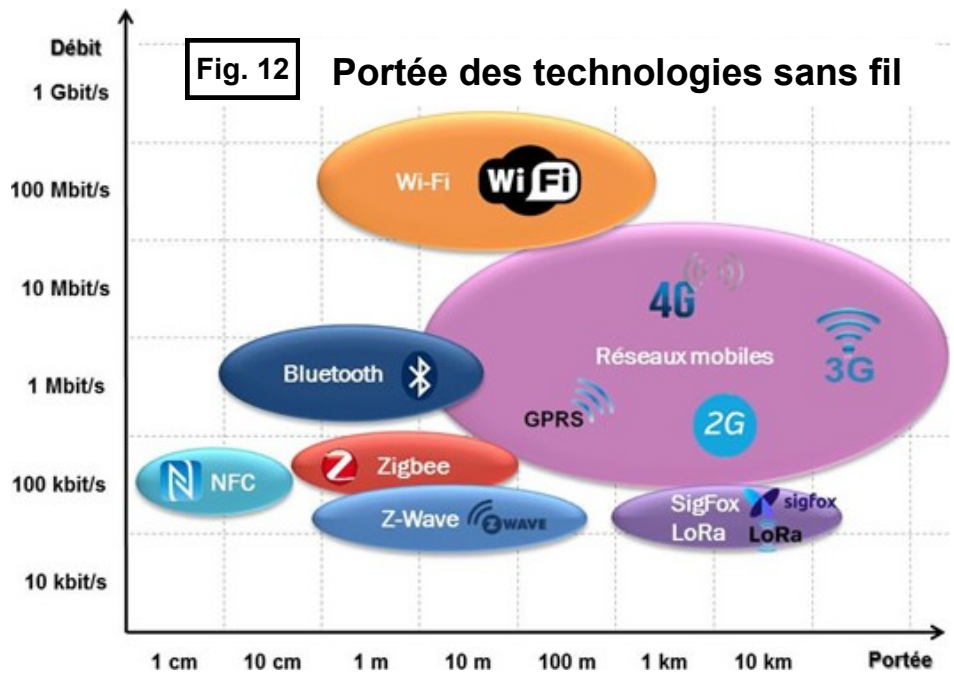

Fig. 12
6.1 D'après les données sur la portée des technologie sans fil (**Fig. 12**), compléter le tableau ci-dessous en choisissant la ou les technologie(s) qui convient (conviennent). Justifier votre réponse.